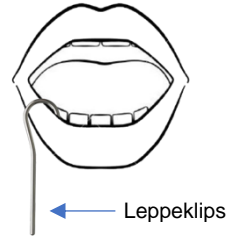

Fig. 5
2. Fest leppeklipsen til pasienten – se fig. 5.